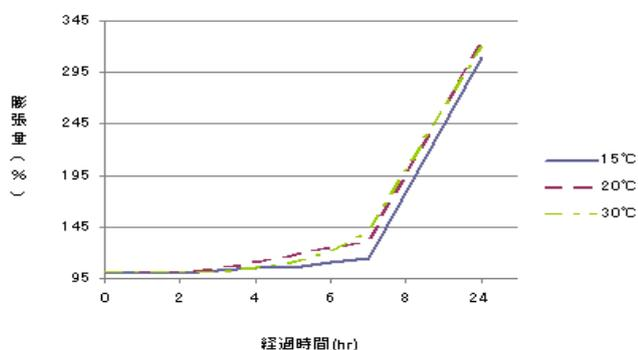
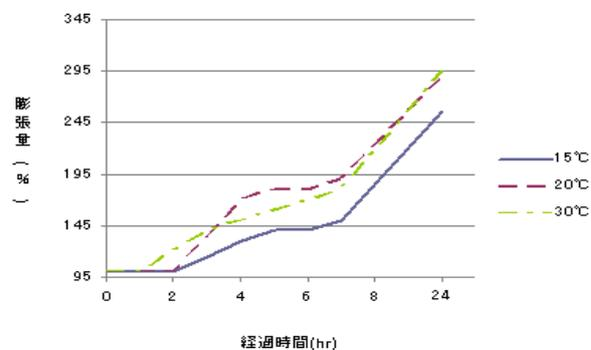

図1 ブライスターパック 100 の膨張量
図2 ブライスターパック 150 の膨張量
カタログによれば気温 15℃～35℃で適用が可能なブライスターパック 100 と、気温 10℃～20℃で適用が可能なブライスターパック 150 がある。これらの膨張の性能を確認するため、膨張性能実験を行った。水に10分間浸水後、ゴム袋に入れ体積を測定する。室温の条件を 15℃と 20℃、30℃の3つの条件で実験を行ったところ、それぞれ図1、図2のような体積変化がみられた。この実験により、①ブライスターパック 150 はブライスターパック 100 より早く膨張する。②ブライスターパック 100の方が最終膨張量は大きく、3倍を超える。③温度が高い方が膨張は早い。④ブライスターパック 150は、適用温度範囲外の30℃のとき膨張量が最大となった。⑤温度に関係なく、最終的な体積は近い値となることがわかった。